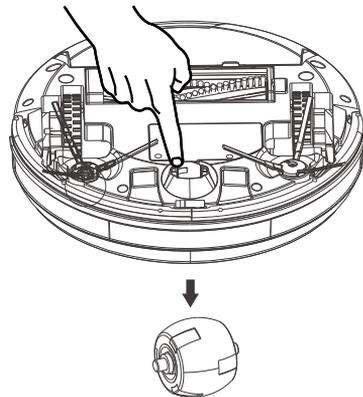

Figura 2
- Quite la rueda delantera con un destornillador, limpie de pelos el alojamiento de la rueda y el eje dos veces a la semana. (Vea la figura 2)